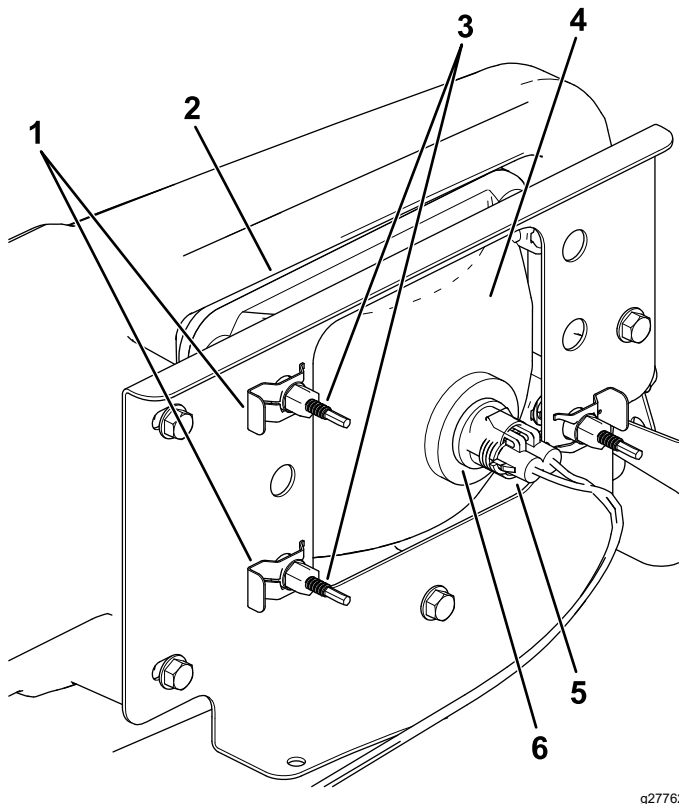

Figura 49
3. Desconecte el conector eléctrico del arnés de cables del conector del conjunto de la lámpara (Figura 49).
4. Retire los conectores rápidos que sujetan el faro al soporte del faro (Figura 49).
5. Retire el faro desplazándolo hacia adelante y pasándolo por el hueco del parachoques delantero (Figura 49).
6. Introduzca el faro nuevo a través del hueco del parachoques (Figura 49).
7. Sujete el conjunto del faro con los conectores rápidos que se retiraron en el paso (4).
8. Conecte el conector eléctrico del arnés de cables al conector del conjunto de la lámpara (Figura 49).
5. En la parte trasera del faro, gire los tornillos de ajuste (Figura 49) para pivotar el conjunto y ajustar de la posición del haz de luz.